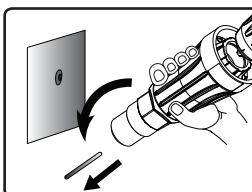

Fig 9
5. Once the rivet is fastened, engage the drill in reverse direction until <clicking> sound is heard. [Fig 9]
5. Une fois le rivet posé, tournez la perceuse dans le sens contraire des aiguilles d'une montre jusqu'à ce qu'un <clic> son est entendu [Fig 9]
5. Suelte el adaptador y gire el taladro hacia a la izquierda hasta que escuche el sonido <clique> [Fig 9]